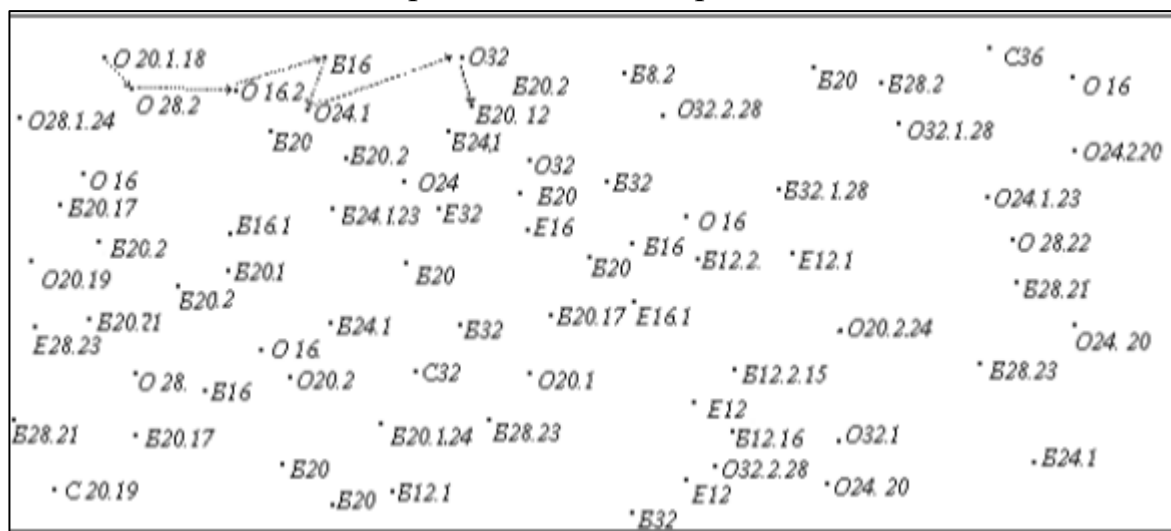

Рис. 1. Фрагмент плана делянки
1. *План делянки прямоугольной формы*, площадью до 1,5 га, масштаба 1:400 на листе формата А3. На плане обозначены координаты (центры) стволов. Пространственное расположение деревьев представлено на рис. 1. Рядом с точками помещен буквенно-числовой код дерева. Буква обозначает древесную породу (элемент леса): С – сосна, Е – ель, Б – береза, О – осина. Первая или две первых цифры – это диаметр дерева на высоте груди ($d_{1,3}$) округленный по 4-сантиметровым ступеням толщины. Категории технической годности обозначаются цифрами через точку после диаметра: 1 – полуделовое, 2 – дровяное, отсутствие 1 и 2 – деловое дерево. Для деловых деревьев на второй позиции кода, а для полуделовых и дровяных на третьей может быть указана высота в метрах (h). П р и м е р : см. рис. 1 слева на право по стрелке: О 20.1.18 – осина, $d_{1,3} = 20$ см, полуделовая, $h = 18$ м; О 28.2 – осина, $d_{1,3} = 28$ см, дровяная; О 16.2 – осина, $d_{1,3} = 16$ см, дровяная; Б 16 – береза, $d_{1,3} = 16$ см, деловая и т.д.